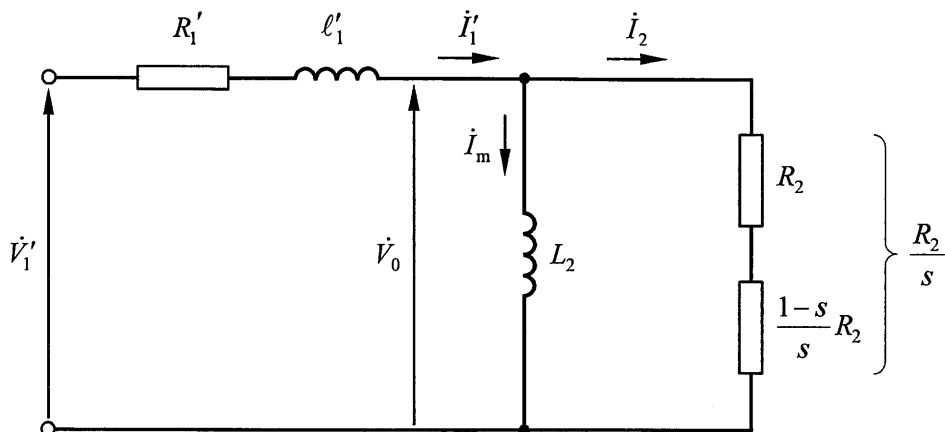

図 1 二次側に換算した三相誘導電動機の 1 相分の等価回路
一次・二次間の諸量の換算に通常用いられる巻数比 $\frac{n_1}{n_2} \approx \sqrt{\frac{L_1}{L_2}}$ の代わりに、換算係数として $a = \frac{M}{L_2}$ を用いて一次側を二次側に換算すると、図 1 の等価回路が得られる。 $a = \frac{M}{L_2}$ としたことにより、漏れインダクタンスが一次側に集約され、励磁インダクタンスは L_2 で表される。
1) 図1において、 \dot{V}_1 の二次側換算値 \dot{V}'_1 、 \dot{I}_1 の二次側換算値 \dot{I}'_1 、 R_1 の二次側換算値 R'_1 及び漏れインダクタンス ℓ_1 [H]の二次換算値 ℓ'_1 は次の式①～④で表される。